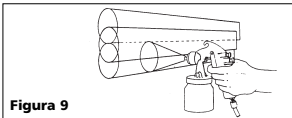

Figura 9
- Los empates entre cada mano deben ser suficientes para obtener un acabado parejo al final (Vea la Figura 9).